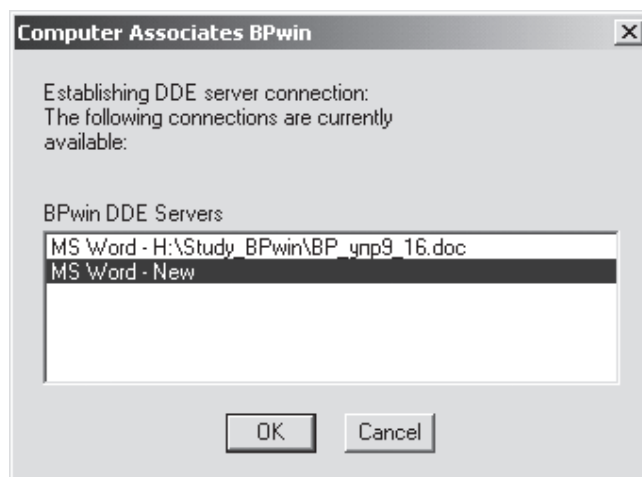

Рис. 10.5. Окно формирования отчета
8. Щелкните по кнопке Report. В появившемся диалоговом окне выберите MS Word — New и нажмите кнопку ОК (рис. 10.5).